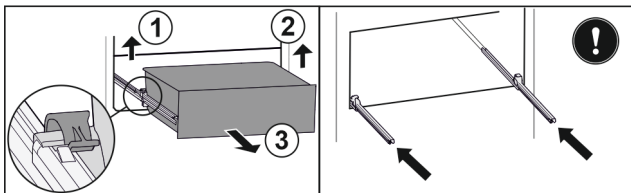

Fig. 41
- ▶ Soulever la bride gauche et tirer dans le même temps la partie gauche du tiroir vers l'avant. Fig. 41 (1)
- ▶ Soulever la bride droite et tirer dans le même temps la partie droite du tiroir vers l'avant. Fig. 41 (2)
- ▶ Retirer le tiroir par l'avant. Fig. 41 (3)